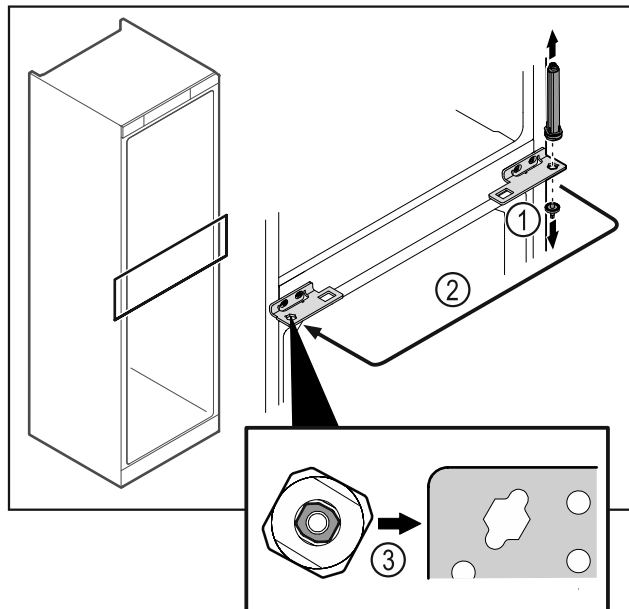

Fig. 44
- ▶ Kruvige šarniiripolt Fig. 44 (1) maha.
- ▶ Paigutage ukselukustussüsteem Fig. 44 (2) ümber.
- ▶ Pöörake sissepanemisel tähelepanu ukselukustussüsteemi Fig. 44 (3) korrektsele väljajoondusele.